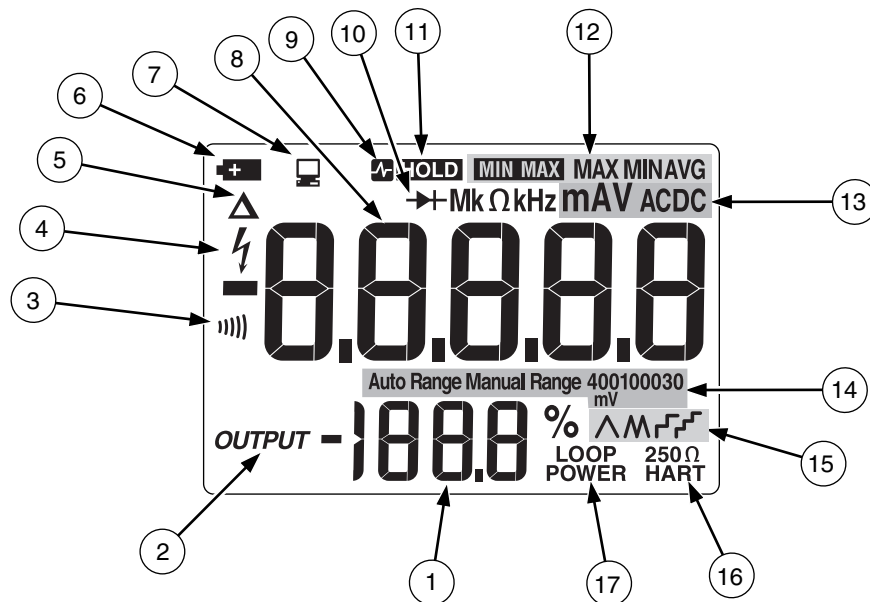

Figura 6. Elementos do mostrador
- A Figura 6 e a Tabela 7 explicam os elementos do mostrador.